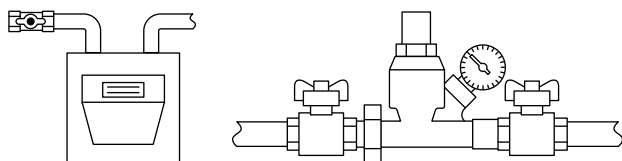

Fig. 3.2
- posizionare il selettore di funzione (*FIG. 3.2*) su SPENTO;